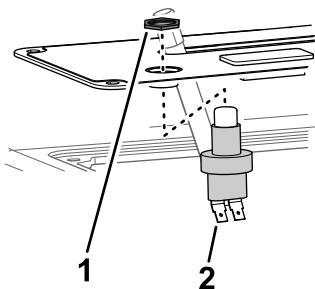

Figura 5
3. Asamblai comutatorul la capacul panoului de comandă cu contrapiulița și strângeți contrapiulița manual (Figura 5).